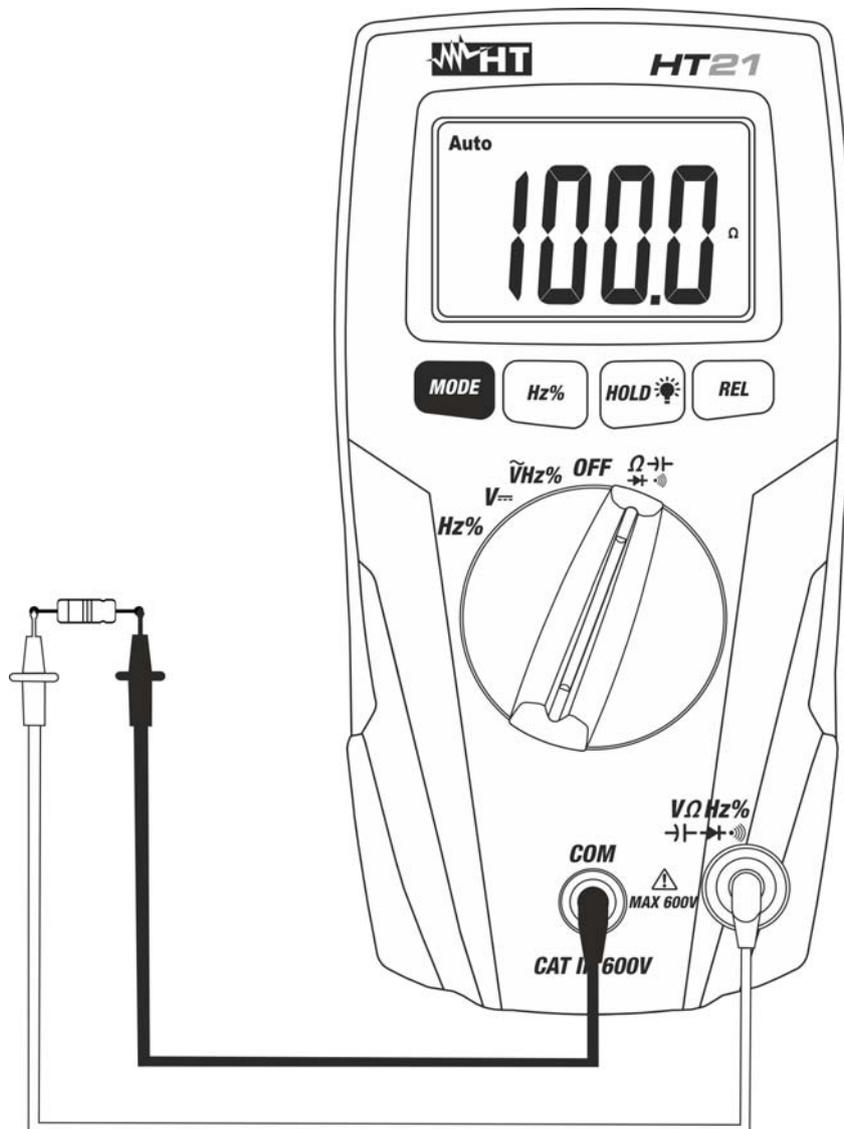

Fig. 4 : Utilisation de l'instrument pour mesure de résistance et test de continuité
3. Positionner les embouts sur les points désirés du circuit sous test (voir la Fig. 4). La valeur de résistance apparaît à l'écran